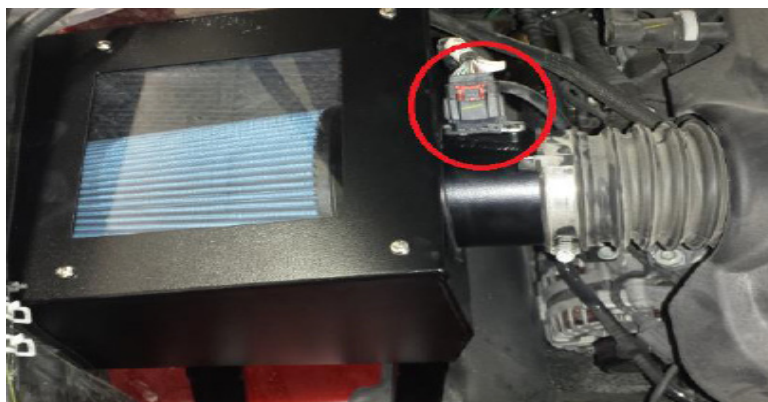

Figure 9
- Déposer le débitmètre d'air massique (MAF) du couvercle de boîte à air d'origine et le poser dans le nouveau tube MAF. Brancher le débitmètre d'air massique (MAF). La pose de la trousse doit être terminée comme indiquée sur la figure 9.